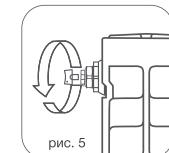

рис. 5
4. Для удаления воздуха из радиатора в верхний коллектор обязателен установка крана Маевского* или автоматического воздухоотводчика. Для удаления воздуха через кран Маевского необходимо периодически (несколько раз в год) вручную стравливать его с помощью специального ключа* (рис. 5).